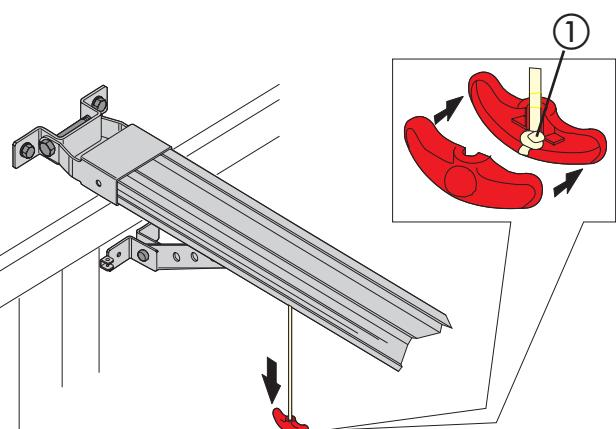

Fig. 22
- 2) Réaliser un nœud à l'extrémité du câble et assembler la poignée de déverrouillage (Fig. 22).
- 3) Tirer la poignée de déverrouillage vers le bas et contrôler que l'actionnement manuel de la porte est possible (Fig. 22).